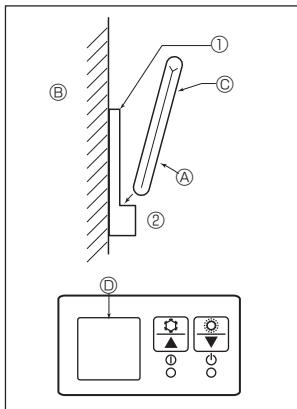

Fig. 6-7
2) Metodo di installazione (Fig. 6-7)
- ① Fissare il supporto del telecomando nel punto desiderato usando 2 viti autoflettanti.
- ② Inserire l'estremità inferiore del telecomando nel supporto.